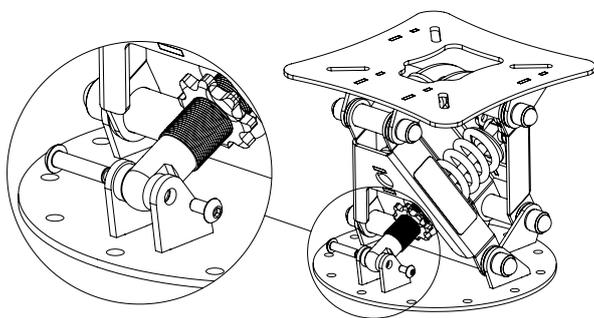

Рис. 1.
2. Установите амортизатор (поз.2), соблюдая сторонность (верх/низ), в нижнее место крепления и зафиксируйте его винтом (поз. 5). Как показано на (рис.1).